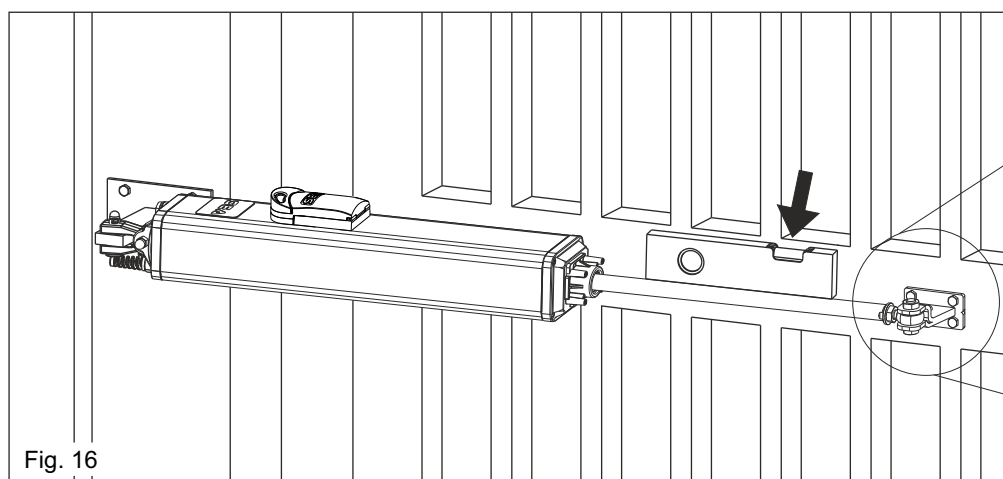

Fig. 16
- 4) Positionner l'opérateur de façon qu'il résulte parfaitement horizontal et donc marquer la position de la fixation antérieure (Fig.16).